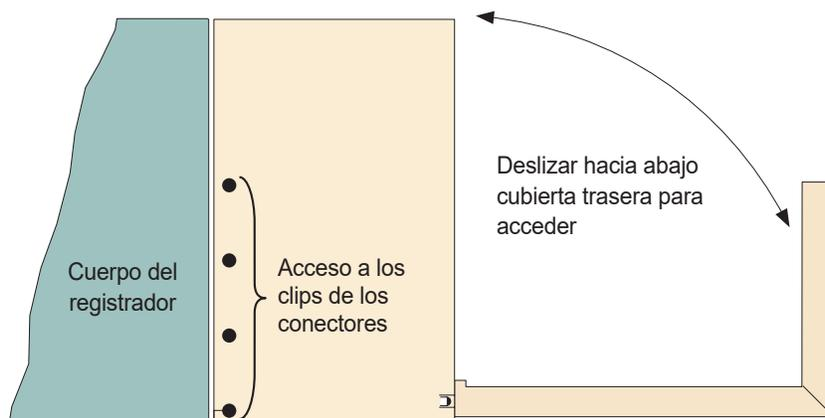
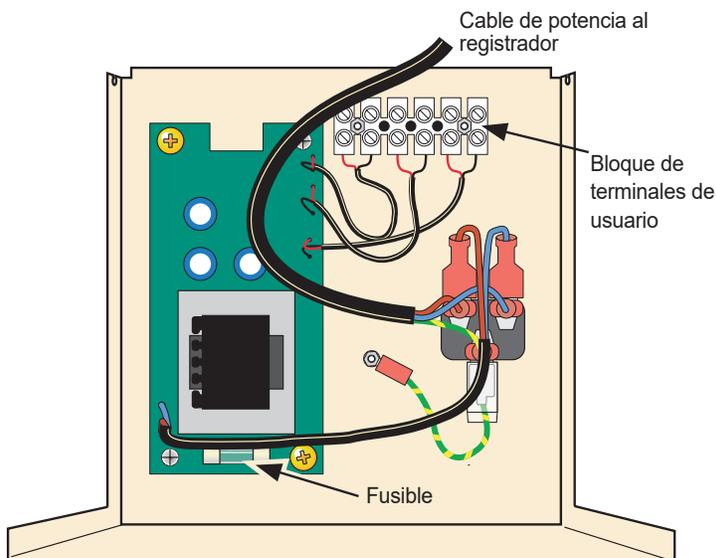

Imagen 11.2.2b Apertura de la tapa trasera
Imagen 11.2.2c Ubicación del bloque de fusibles y terminales de usuario.
- 3 Abra la tapa (imagen 11.2.2b) para ver la placa de circuitos, las conexiones del usuario, etc. (imagen 11.2.2c)
**Nota:** Hay cuatro aberturas en cada lado de la tapa de los terminales que permiten al usuario accionar los clips que fijan los conectores de entrada/salida al panel posterior del registrador. Esto permite retirar los conectores de entrada/salida si, por ejemplo, el registrador debe retirarse del panel por cualquier motivo. Las posiciones de estas aberturas se muestran en la imagen 11.2.2b (corresponde al lado derecho; el izquierdo es similar).